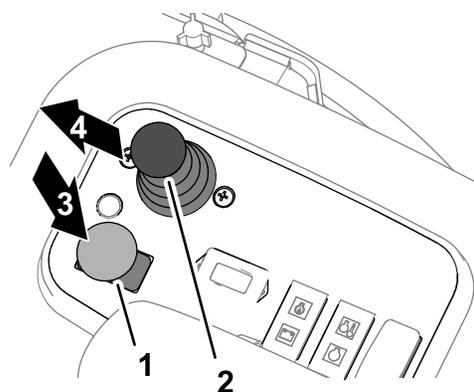

Рисунок 35
3. Переведите переключатель привода режущего блока в положение Выключить (Рисунок 35).
- Опустите режущие блоки с помощью рычага управления опусканием для скашивания / подъемом (Рисунок 35).